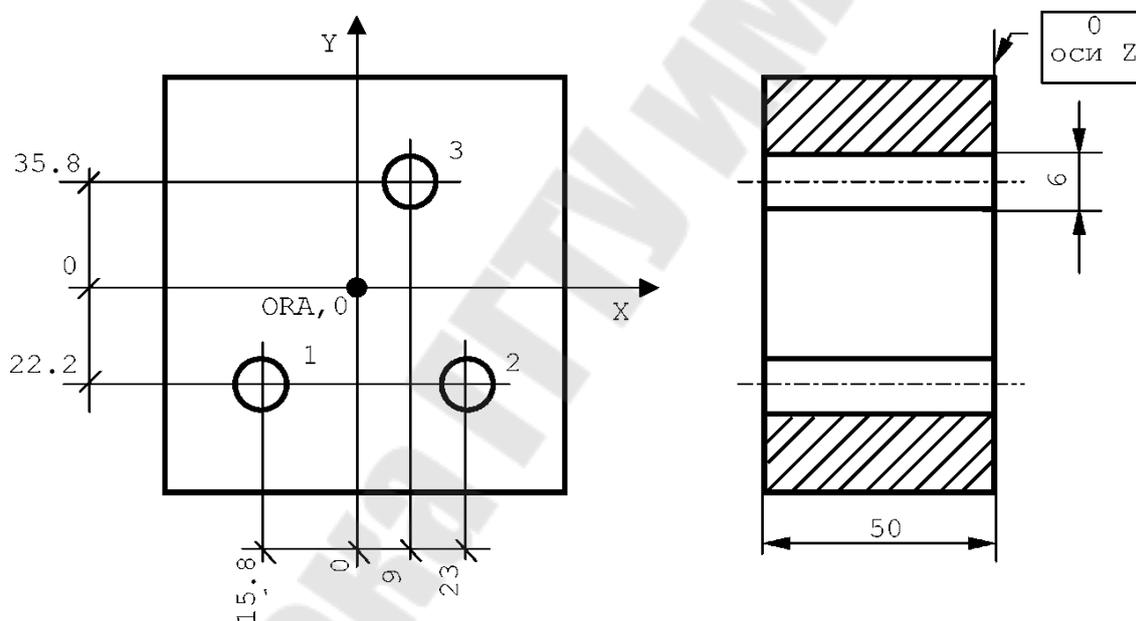

Рис. 6.6. Постоянный цикл глубокого сверления G83 без разгрузки стружки с ее дроблением
*Пример глубокого сверления* приведен на рис. 6.6.